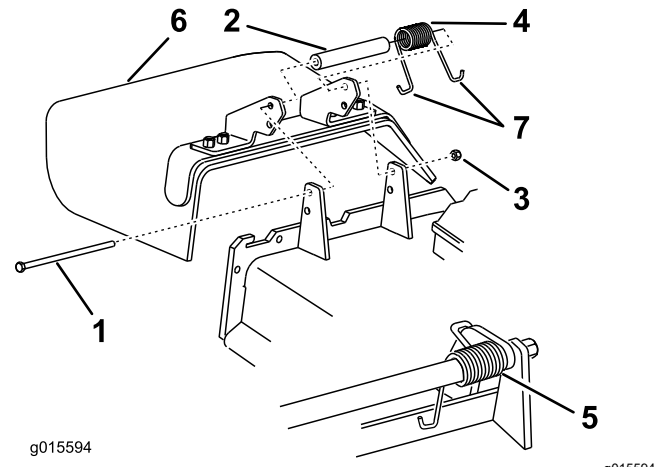

Figure 102
1. Retirez le contre-écrou, le boulon, le ressort et l'entretoise qui fixent le déflecteur aux supports de pivot (Figure 102).
2. Enlevez le déflecteur s'il est endommagé ou usé (Figure 102).
Remarque: Prenez soin de placer 1 extrémité en J du ressort derrière le bord du tablier avant de mettre le boulon en place, comme montré à la Figure 102.
6. Accrochez l'extrémité en J du ressort au déflecteur d'herbe (Figure 102).